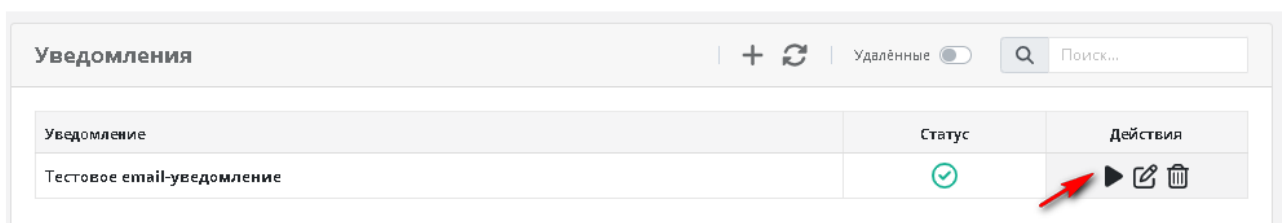

Рисунок 99. Выполнение уведомления
5) Для проверки работы созданного уведомления, можно отправить его, нажав кнопку «Выполнить» (Рисунок 99)